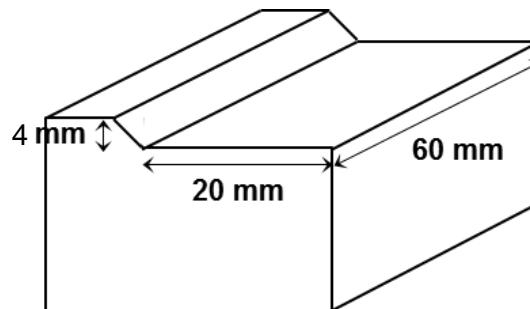

Figura 2: Spianatura realizzata mediante fresatura frontale.
- A) Verificare se è possibile eseguire la lavorazione illustrata in *Figura 2* in un'unica passata, con i seguenti parametri: $f_z = 0.2 \text{ mm/giro}$, $v_c = 160 \text{ m/min}$ e sapendo che il centro di lavoro a disposizione ha: $P_{\text{elettrica nom}} = 15 \text{ kW}$, $n_{\text{max}} = 3000 \text{ giri/min}$, $\eta = 0.9$.